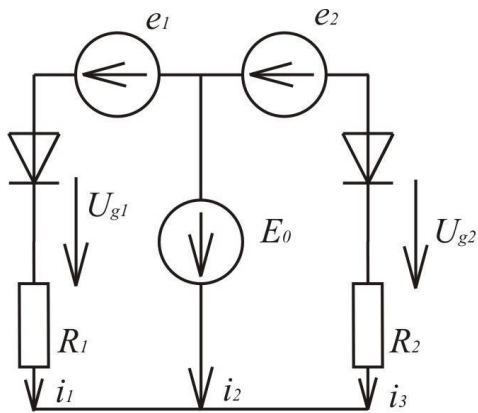
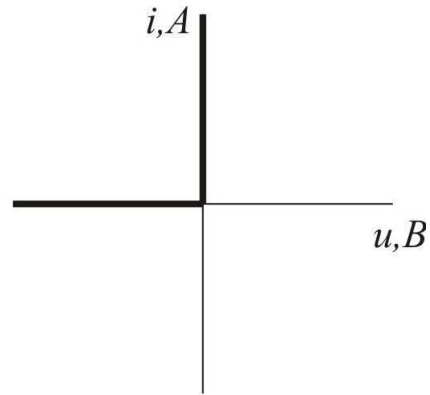

Рис.2.1
Рис.2.2
2. Схема рис. 2.1 имеет активные сопротивления R_1, R_2 , два идеальных диода, вольт-амперные характеристики которых и изображены на рис. 2.2, два источника синусоидальной ЭДС: $e_1(t)=E_m \sin \omega t$ и $e_2(t)=nE_m \sin \omega t$ (где n – численный коэффициент) и источник постоянной ЭДС E_0 . Значения E_m, E_0, R_1, R_2 и n величины тока и напряжения, которые необходимо определить, даны в таблице :